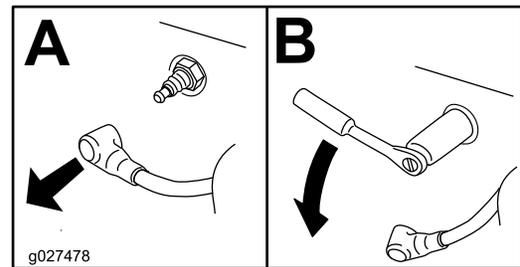

Bild 52
4. Nehmen Sie die Zündkerze heraus (Bild 52).